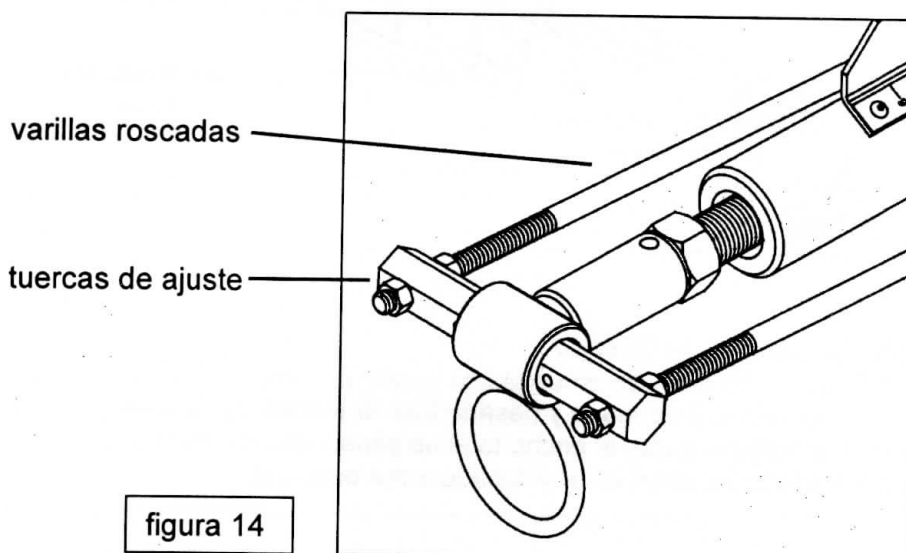

figura 14
- 4- Cerrar el cilindro hasta que haga tope y en ese momento tendremos la apertura de compuerta adecuada. (figura 14).
- 2- Colocar el tope roscado en la posición "cero" de la escala graduada. (figura 14 – pag. 15)
De esta forma la apertura de compuertas y la posición del tope en la escala quedan compensadas. (figura 14).